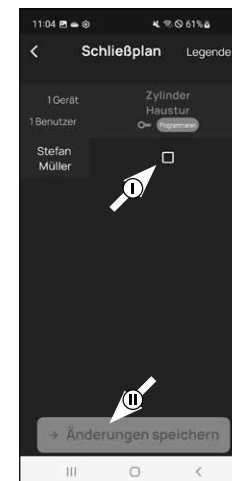

Abb. 2
- 4 Sie sehen eine Tabelle, bestehend aus angelegten Zylindern (horizontal) und eingerichteten Benutzern (vertikal) (Abb. 2). Setzen Sie jeweils dort einen Haken, wo Sie den jeweiligen Benutzer für das entsprechende Schloss zur Nutzung berechtigen möchten (I) (Abb. 2) und dann auf den Button „Änderungen speichern“ (II) (Abb. 2).